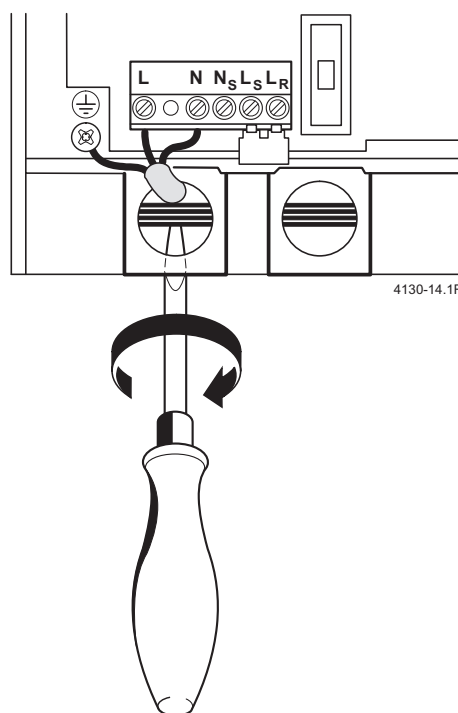

Fig. 26
- ▶ Fare passare il cavo attraverso la guarnizione del passacavo e collegarlo come da fig 26.